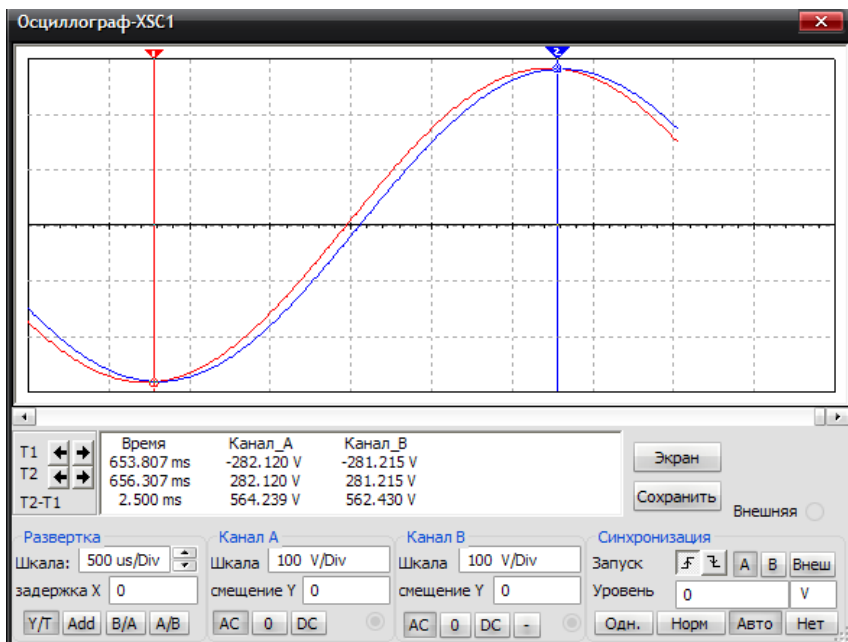

Рис. 2.6.4. Передняя панель осциллографа
11. Подвести красную и синюю визирные линии в точки максимальных значений соответственно входного и выходного сигналов (рис.2.6.4). В правом нижнем окне прочитайте разность (T2 – T1), равную смещению сигналов по оси времени.
13. Прделайте такие же измерения для всех значений частот, записанных в табл. 2.6.2. При изменении частоты сигнала нужно менять скорость развертки, размер окна и чувствительность каналов так, чтобы в пределах экрана укладывался примерно один период сигнала, как показано на рис.2.6.4. Это увеличивает точность измерения.